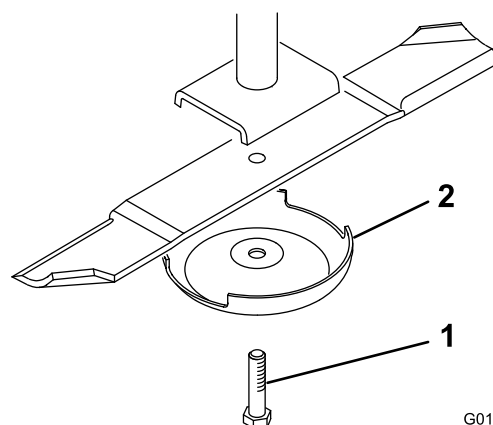

図 30
- ぼろきれや厚いパッドの入った手袋を使ってブレードの端部をしっかりと握る。スピンドルのシャフトからブレードボルト、芝刈り防止カップ、ブレードを取り外す(図 30)。